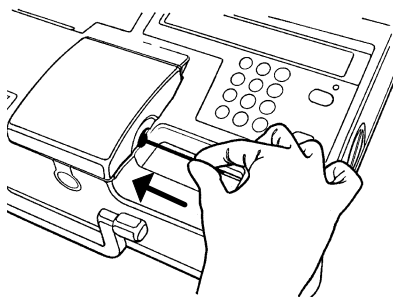
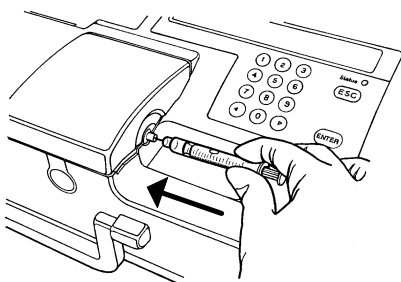

Fig. 4-9 Colocación de un tubo capilar
Fig. 4-10 Colocación de la jeringa
15. Inserte el tubo capilar o jeringa (esta última mediante su adaptador), firmemente en la puerta de entrada (Fig. 4-9 y Fig. 4-10).